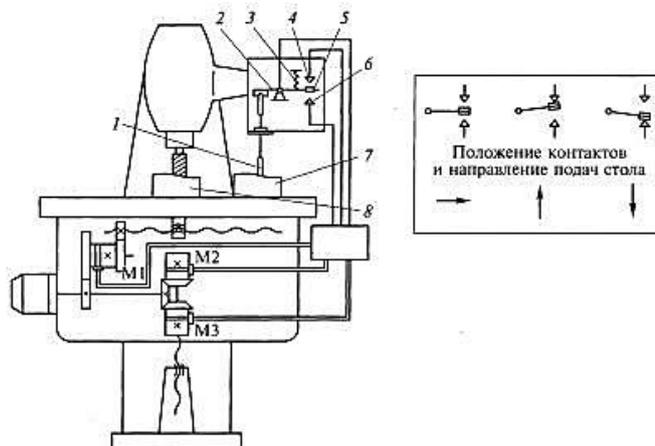

Рисунок 2- Схема электрокопировального станка с прерывистой следящей системой: 1, 3 — щуп; 2 — рычаг; 4, 5, 6 — контакты; 7 — копир, 8 - обрабатываемая деталь.
2. Проанализировать входящие в состав устройства (рис.2) элементы и опишите принцип работы устройства